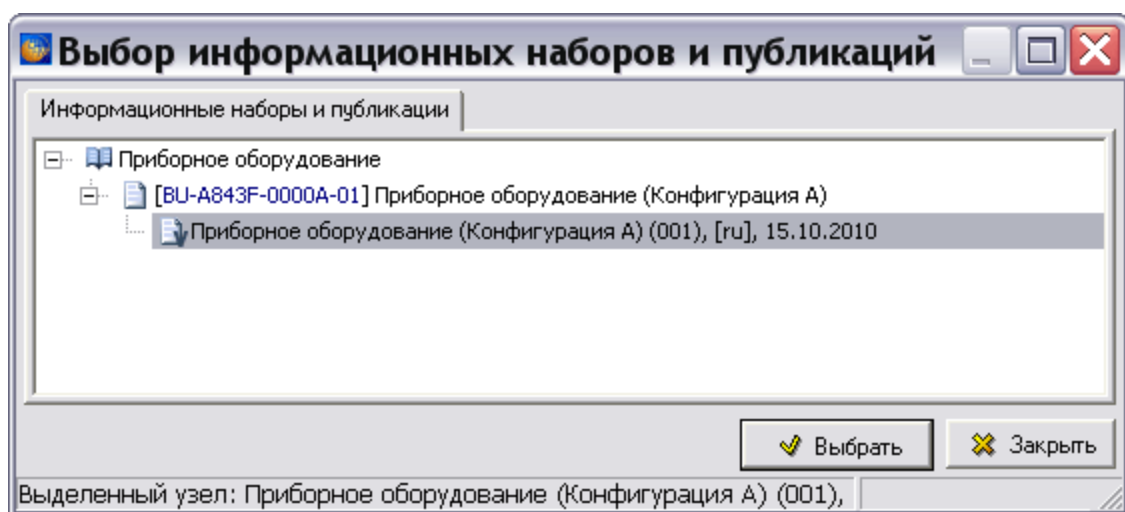

Рис. 21.95
3. В появившемся диалоговом окне **Выбор информационных наборов и публикаций** выделите версию публикации (Рис. 21.95).